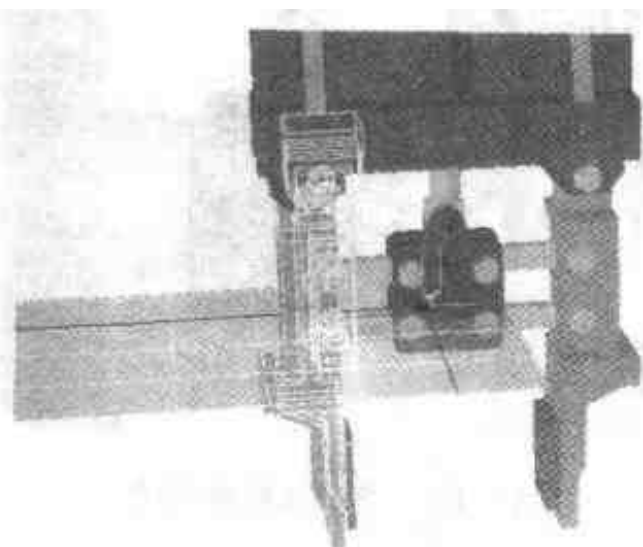
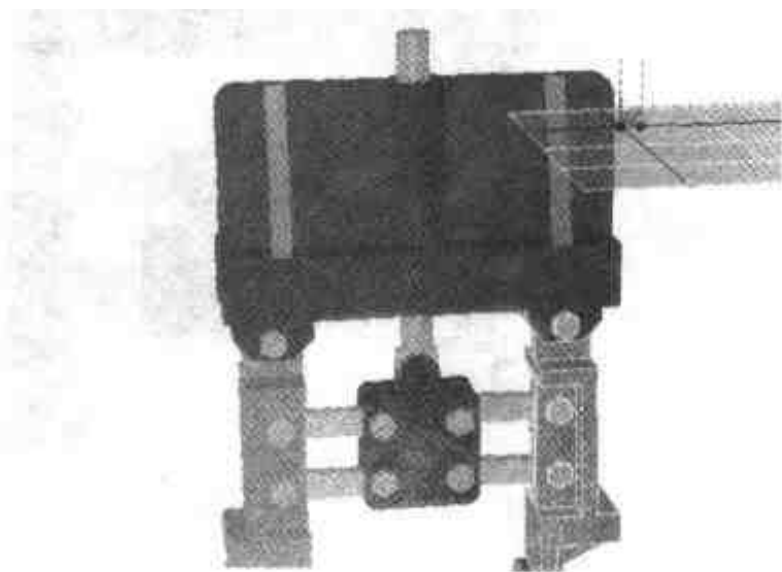

图 5.60 定位左夹的轨迹末点
图 5.61 添加右夹的动画
- (5) 左夹应该向右直线移动，故单击轨迹末点，此时显现左夹蓝色外形轮廓线，结果如图 5.60 所示。利用三维球将左夹向右的移动距离设定为 10。
- (6) 接着添加右夹的动画。在左侧零件设计树中选择装配状态下的右夹，单击【智能动画】按钮，弹出【智能动画向导】对话框。
- (7) 选择【移动】单选按钮后，在下拉列表中选择 along width direction 选项，将移动距离改为 5。单击【完成】按钮，结果如图 5.61 所示。